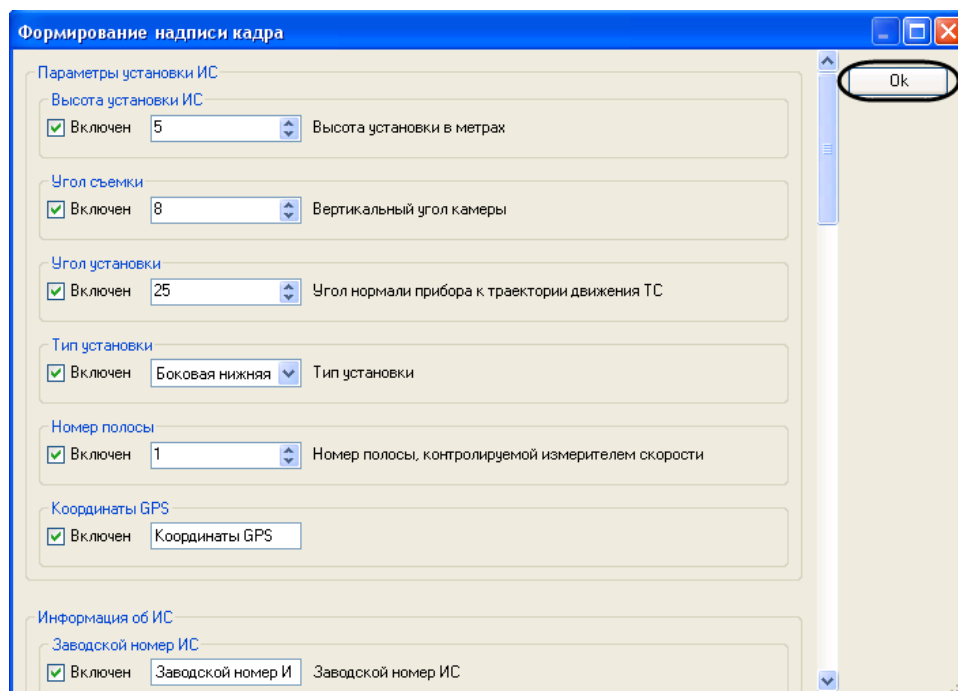

Рис. 7.2—14. Сохранение изменений в диалоговом окне «Формирование надписи кадра»
8. Для сохранения внесенных изменений и закрытия диалогового окна «Формирование надписи кадра» нажать кнопку «ОК» (Рис. 7.2—14).
*Примечание.* Для закрытия данного окна без сохранения изменений следует нажать кнопку «» (Рис. 7.2—14).